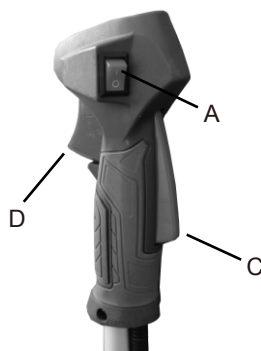

Рис. 6
- Не допускается работа с не полностью нажатым курком газа D (Рис. 6).
5. Выключатель зажигания (A) благодаря пружинному механизму в свободном состоянии всегда находится во включенном положении «I» в готовности к запуску (Рис. 6).